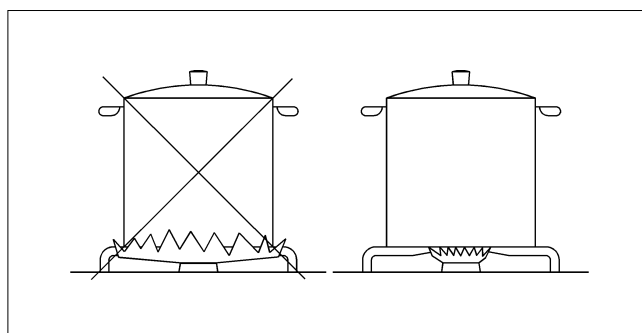

ABB. 2
- verwenden Sie nur für den jeweiligen Brennertyp geeignete Töpfe/Pfannen (siehe die folgende Tabelle und die Abb. 2).